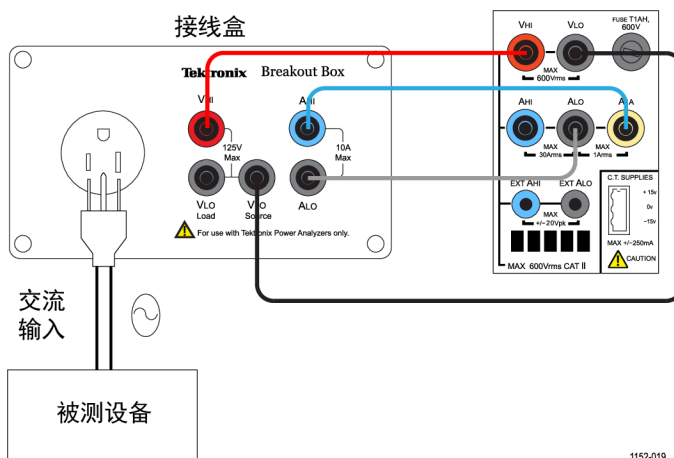

图 54: 待机电源测量接线图
- 使用 Tektronix 接线盒 (BB1000) 连接 DUT，如接线图中所示。（见图54）